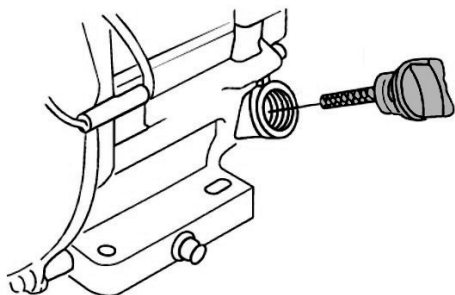

Рис. 16. Крышка-щуп нижней маслозаливной горловины
2. Открутите крышку-щуп нижней маслозаливной горловины и извлеките щуп (Рис. 16).